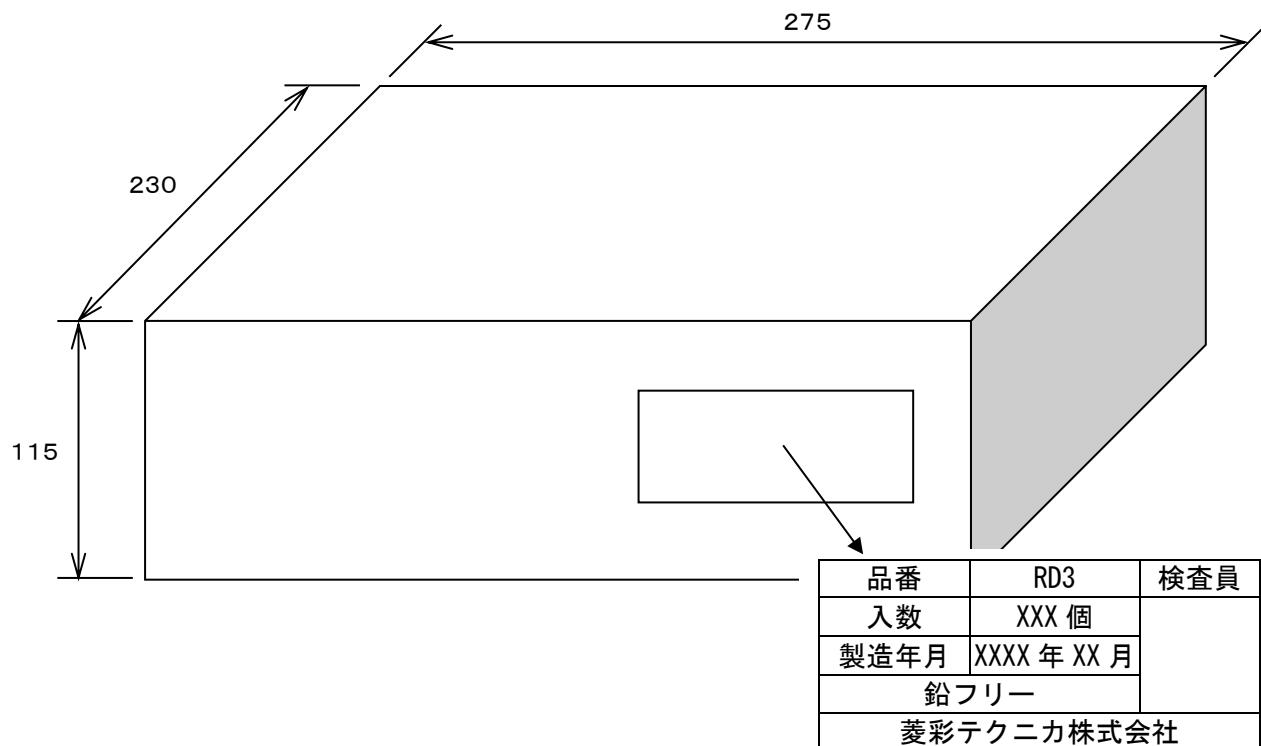

図3.
- (3) ダンボール箱に箱詰めし、品番と入数を表示する。(図3. 参照)